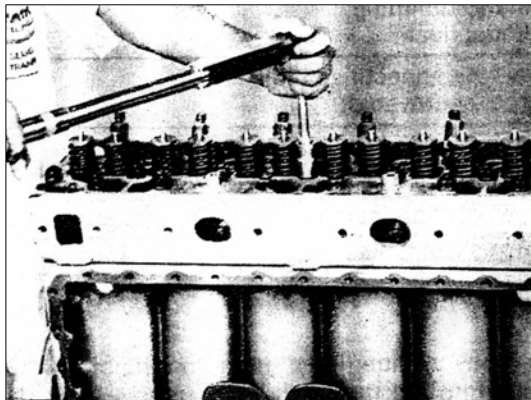

РИС.72
5) Установите болты головки блока цилиндров и затяните их динамометрическим ключом в три этапа, как это указано в таблице 27 (рис.72). Затяните гайки головки блока цилиндров равномерно и в надлежащей последовательности, как это показано на рисунке 66.